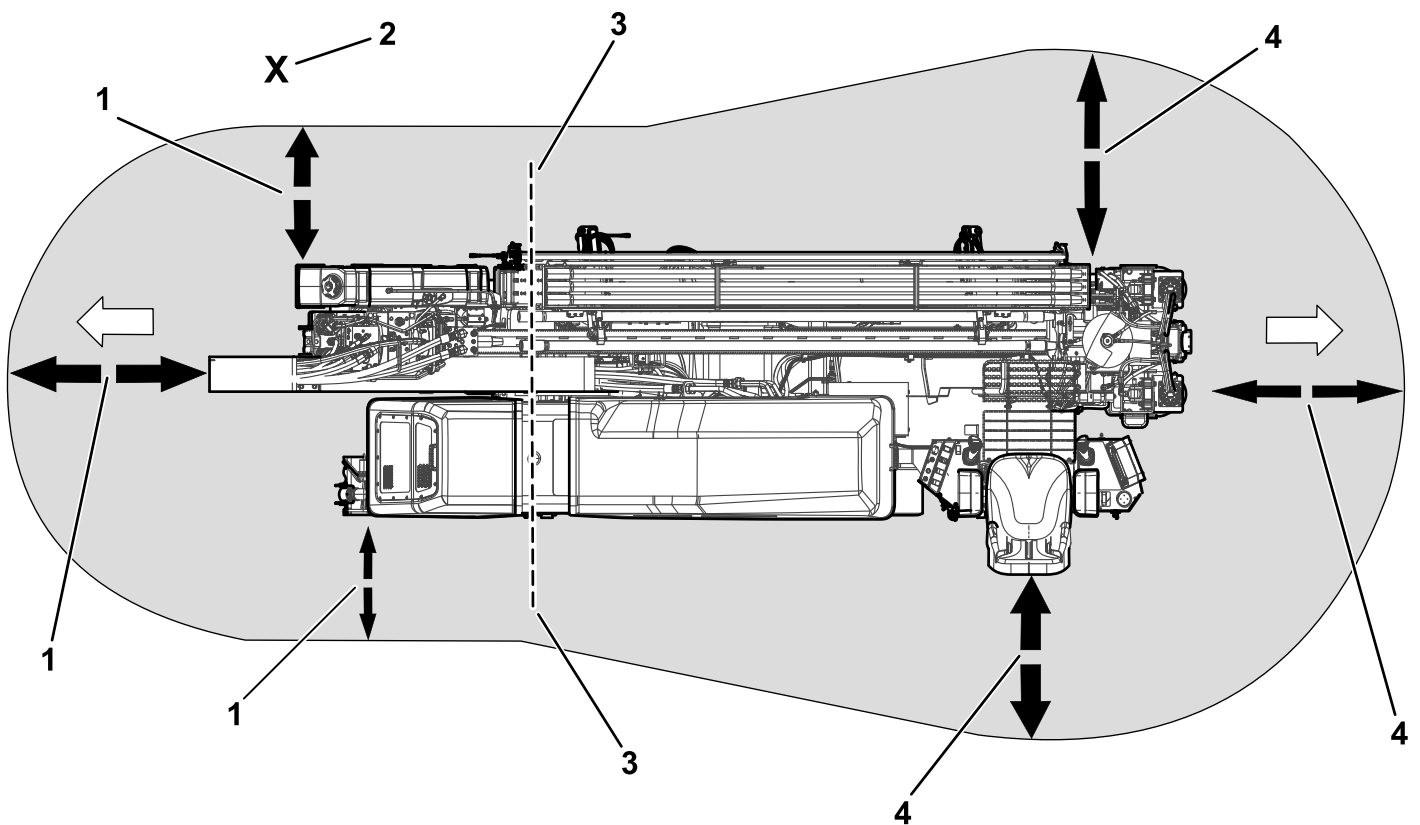

Figure 3
- Actionnez le boîtier suspendu de déplacement de la machine hors de la zone de danger (Figure 3).